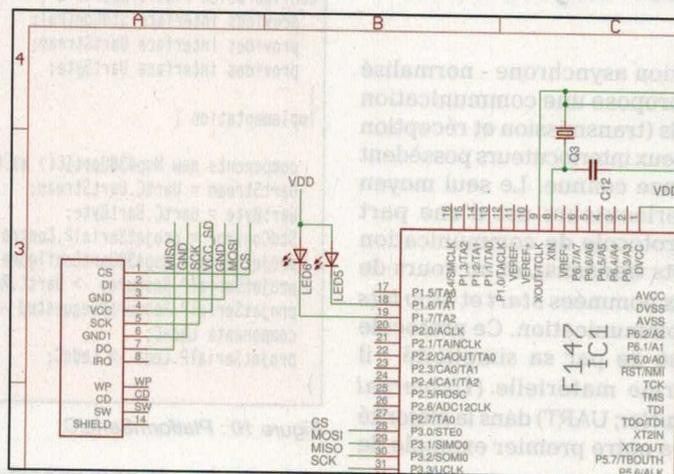

Figure 12 : Câblage de la carte SD
Chip Select (CS), permet d'activer le périphérique du bus qui doit communiquer avec le maître (Fig. 12).